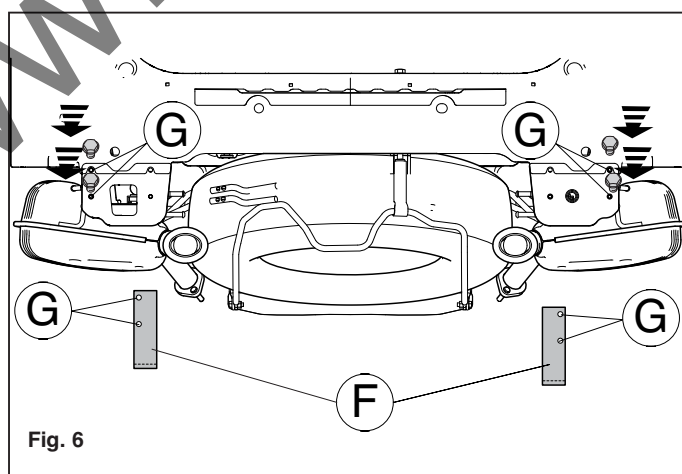

Fig. 6
14. Plaats de steunen F en bevestig deze t.p.v. de punten G. Zie fig.6.
14. Position support F and attach it at points G. See figure 6.
14. Die Halterung F anlegen und bei den Punkten G befestigen. Siehe Abbildung 6.
14. Positionner le support F et le fixer à l'emplacement des points G. Voir la figure 6.